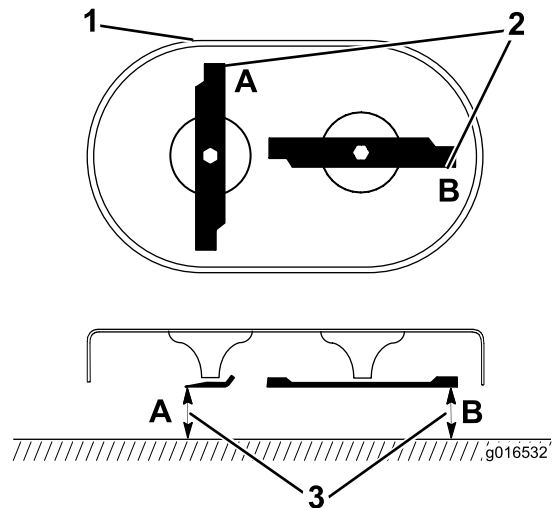

Figure 28
1. Tournez les lames à la position indiquée à la Figure 28.
2. Mesurez la distance entre une surface plane et le tranchant aux points **A** et **B**, (Figure 28), et notez les deux dimensions.
3. Faites tourner les pointes de sorte que leurs extrémités opposées soient aux points **A** et **B** (Figure 28).